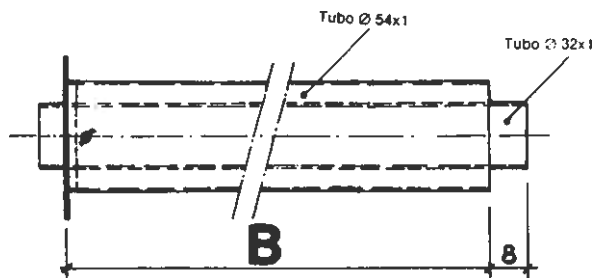

Fig. 2
- tagliare i due tubi  $\varnothing 54$  e  $\varnothing 32$  mm considerando che il tubo interno  $\varnothing 32$  deve sempre sporgere 8 mm. dalla misura B (fig. 2).